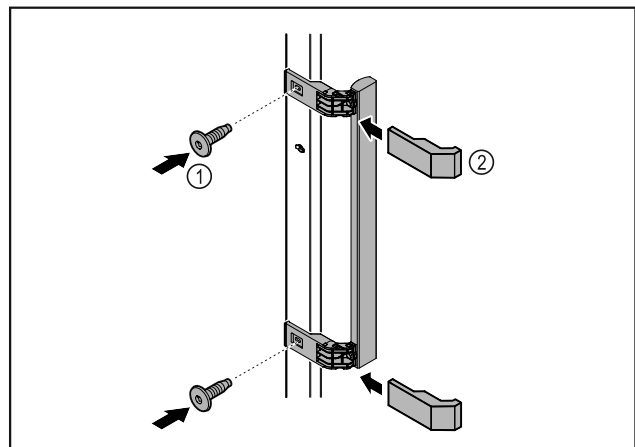

Fig. 7
- Szerelje fel az ajtóra a kilincset a csomagban található csavarok *Fig. 7 (1)* segítségével.
- Helyezze fel a fedelet *Fig. 7 (2)*.